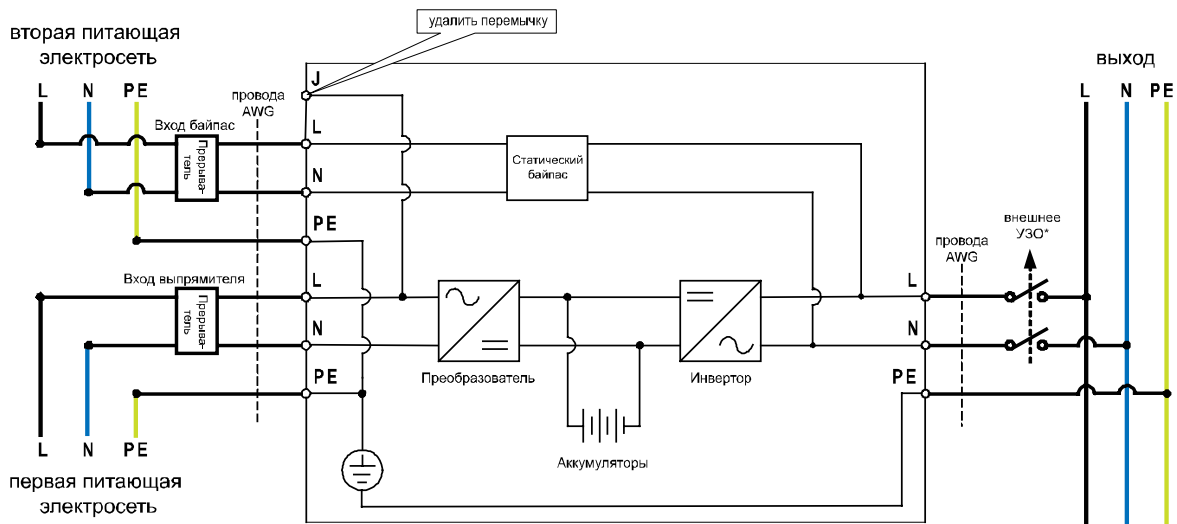
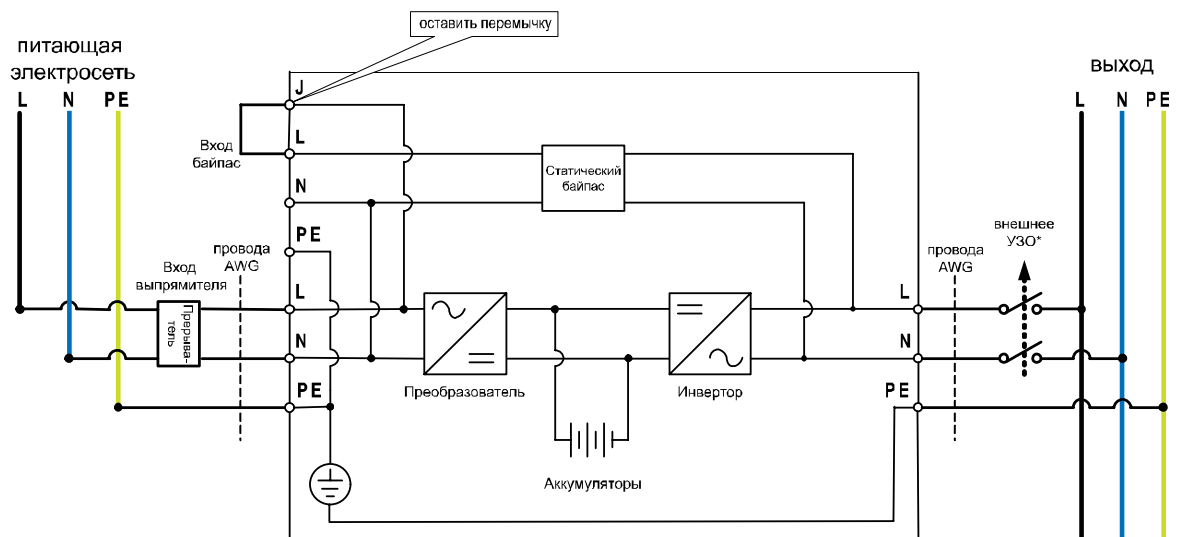
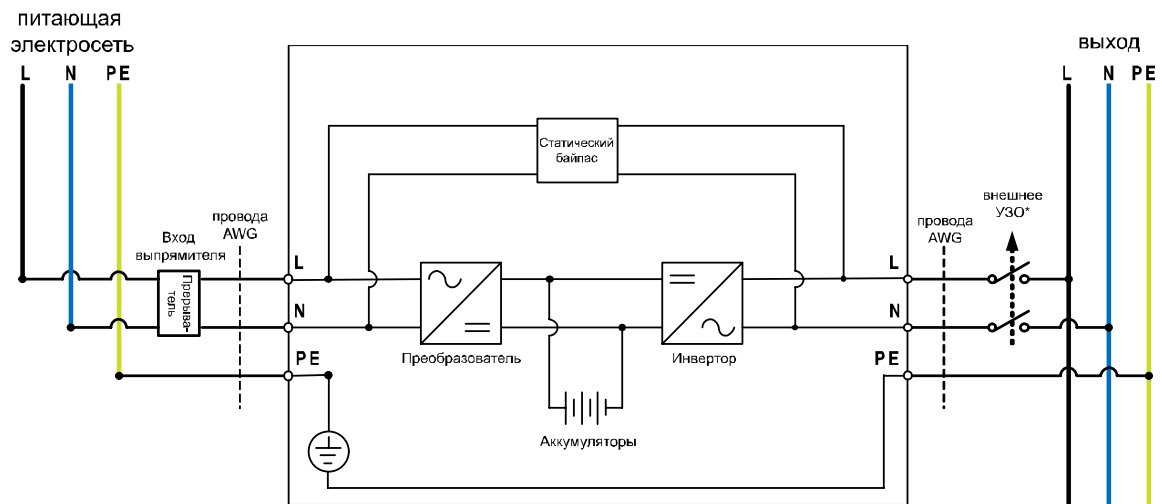

Рис. 2 Схема подключения ИБП с двумя входами на две электросети
Рис. 3 Схема подключения ИБП с двумя входами на одну электросеть
Рис. 4 Схема подключения ИБП с одним входом к электросети
- Рекомендованная схема подключения и параметры кабелей приведены на рисунке 2, 3 и 4. ИБП выпускаются в двух модификациях – с одним и с двумя входами. Для модели с двумя входами (основной вход выпрямителя и дополнительный байпасный вход) на рис. 2 приведена схема подключения к двум электросетям, на рис.3 к одной электросети и на рис.4 подключение модели с одним входом (основной вход выпрямителя). Дополнительный байпасный вход является опциональным и служит для подключения второй линии подстанции электросети переменного тока.